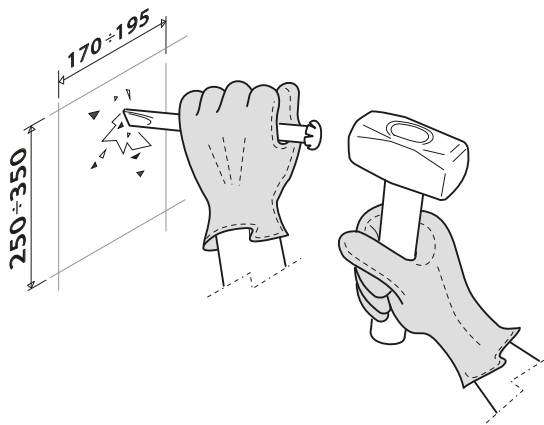

Fig 19
3. Creare nel muro lo spazio necessario per l'alloggiamento del miscelatore termostatico completo con la protezione in polistirolo. (fig. 19)
3. Create enough space in the wall to fit the thermostatic mixer including polystyrene protective casing (Fig.19).
3. In der Wand genug Platz für die Unterbringung des Thermostat-Mischers samt Polystyrol-Schutz schaffen. (Abb. 19)